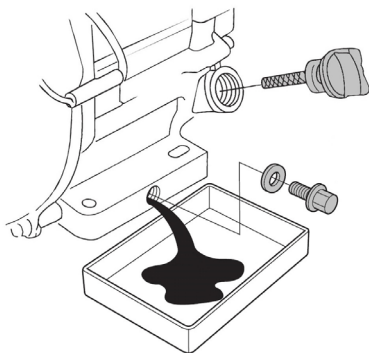

Рис. 9 Замена моторного масла
3. Извлеките крышку-щуп (Рис. 9) из маслосливной горловины.
- (1) Техническое обслуживание должно осуществляться более часто, при работе в пыльных условиях.
- (2) Эти пункты должны осуществляться в авторизованном сервисном центре.
4. Открутите (Рис. 9) сливной болт и слейте отработанное масло в подготовленную для этого емкость.